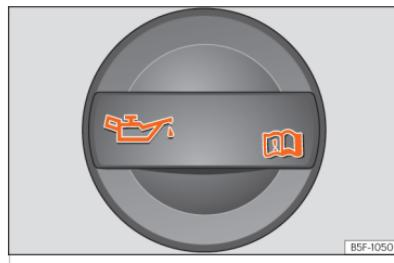

Fig. 212 Tampa do bocal de enchimento do óleo do motor no compartimento do motor.
- Localize o bocal de enchimento do óleo do motor. Reconhece-se pelo símbolo  que existe sobre a tampa »» Fig. 212.
- Desenrosque a tampa do bocal de enchimento do óleo do motor »» Fig. 212.